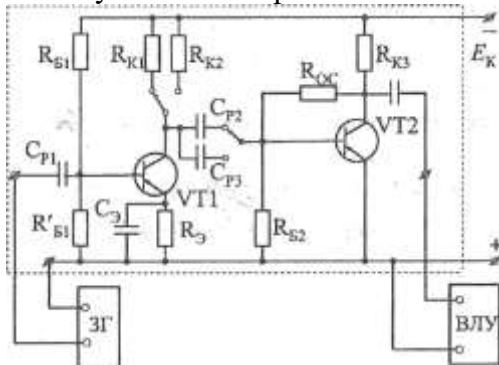

Рис. 29. Схема исследования работы двухкаскадного усилителя
2. Соединить все приборы согласно схеме (рис. 29).